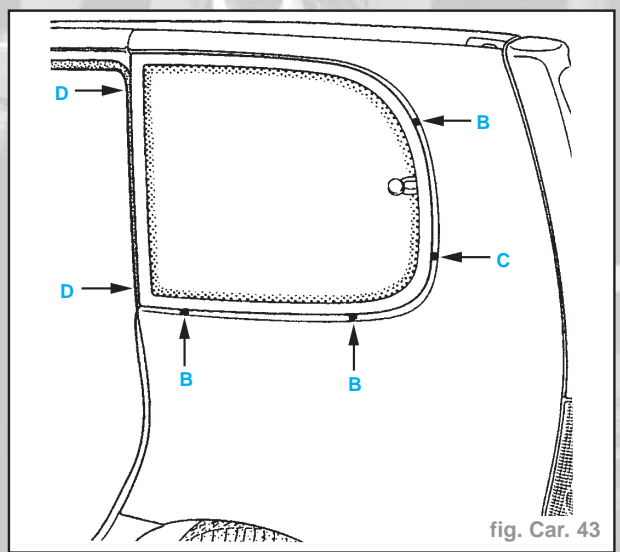

fig. Car. 43
- Mettre en place sur la baie les cales (B) et (C) (fig. Car. 43).